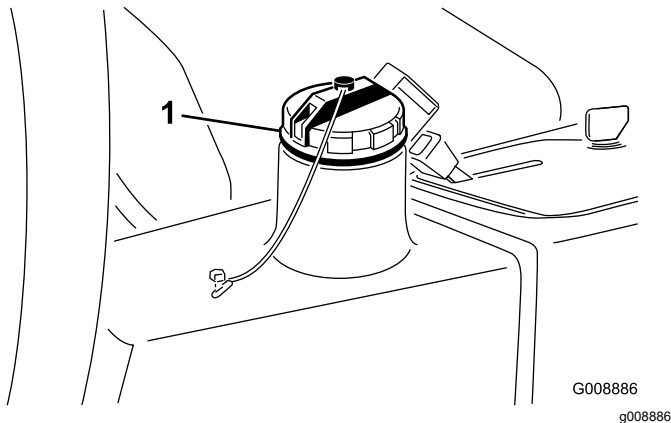

Figura 80
2. Limpie la zona alrededor del cuello de llenado y el tapón del depósito hidráulico (Figura 80).